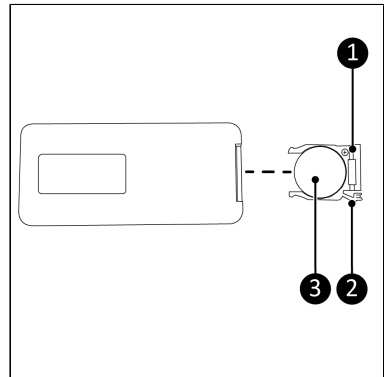

Figure 67.
1. Poussez la languette (Figure 67, pos. 2) du compartiment à pile (Figure 67, pos. 1) et retirez le compartiment à pile de la télécommande.
2. Retirez la pile usagée (Figure 67, pos. 3) du compartiment à pile.